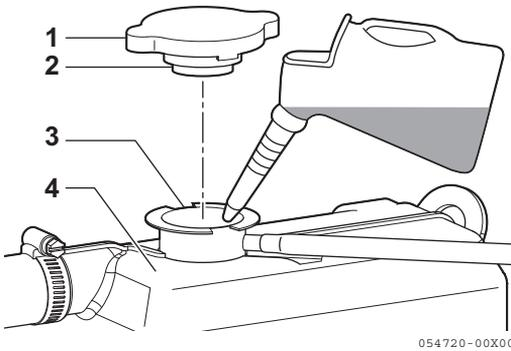

Abbildung 11
4. Kühlmitteleinlass langsam in den Kühlmitteleinlassbehälter / Wärmetauscher (**Abbildung 11, (4)**) einfüllen, um Luftblasenbildung zu vermeiden. Kühlmitteleinlass einfüllen, bis dieses am Füllstutzen überfließt.
5. Verschlusslaschen am Deckel (**Abbildung 11, (1)**) und Einkerbungen des Füllstutzens (**Abbildung 11, (3)**) übereinanderliegend ausrichten und Deckel festdrehen (**Abbildung 11, (2)**).